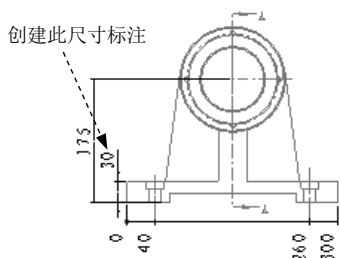

图 5.9.42 创建显示公差的尺寸标注
Step1. 在功能区中选择 **注释**  **尺寸** 命令，创建图 5.9.42 所示的尺寸标注。